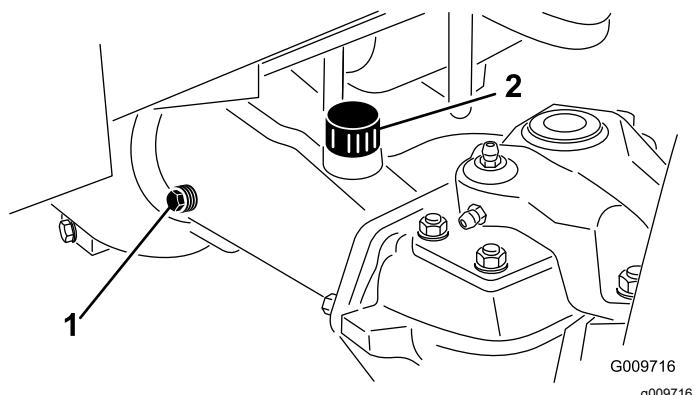

Figura 68
- Togliete il tappo di controllo da un'estremità del ponte (Figura 68) e verificate che l'olio raggiunga la base del foro. Se il livello è basso, togliete il tappo di riempimento (Figura 68) e rabboccate